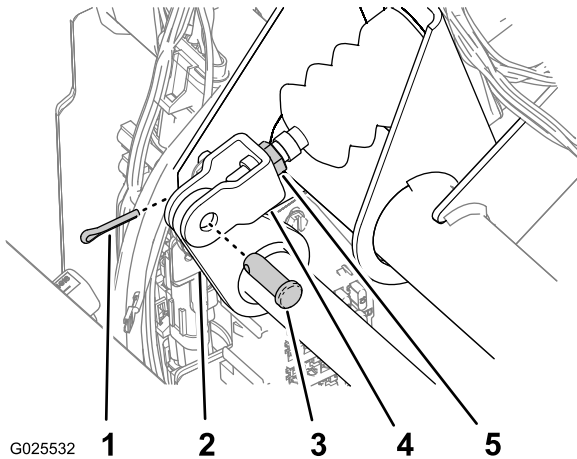

Figura 76
2. Retire el pasador de horquilla y la chaveta que fijan la horquilla del cilindro maestro al pivote del pedal de freno (**Figura 76**).
4. Afloje las contratuercas que fijan la horquilla al eje del cilindro maestro (**Figura 76**).
5. Ajuste la horquilla hasta que sus taladros estén alineados con el taladro del pivote del pedal de freno (**Figura 76**).
6. Fije la horquilla al pivote del pedal con el pasador y la chaveta (**Figura 76**).
7. Apriete la contratuerca que fija la horquilla al eje del cilindro maestro (**Figura 76**).